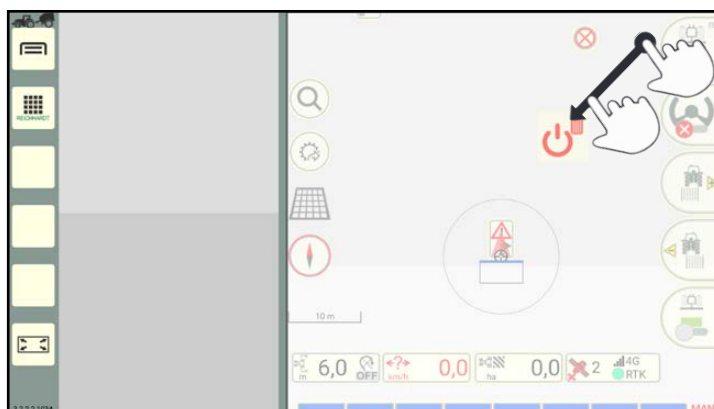

Abb. 94: Löschen/Beenden-Button auf Anwendung ziehen und beenden
3. Ziehen Sie den Löschen/Beenden-Button auf das Fenster, in dem die Anwendung ausgeführt wird, und lassen Sie ihn los (siehe Abb. 94).